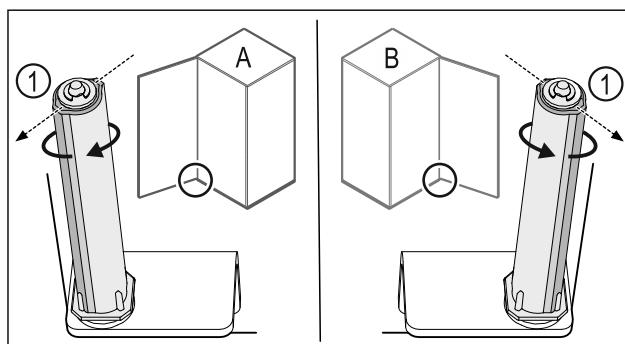

Fig. 45 Розкриття ліворуч (A) / Розкриття праворуч (B)
- ▶ Систему закриття поверніть проти опору доки перемичка системи закриття Fig. 45 (1) не показуватиме назовні.